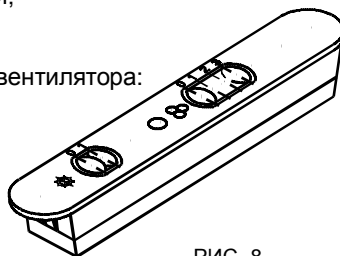

РИС. 8
7.2.1 Ползунковый переключатель (рис. 8).